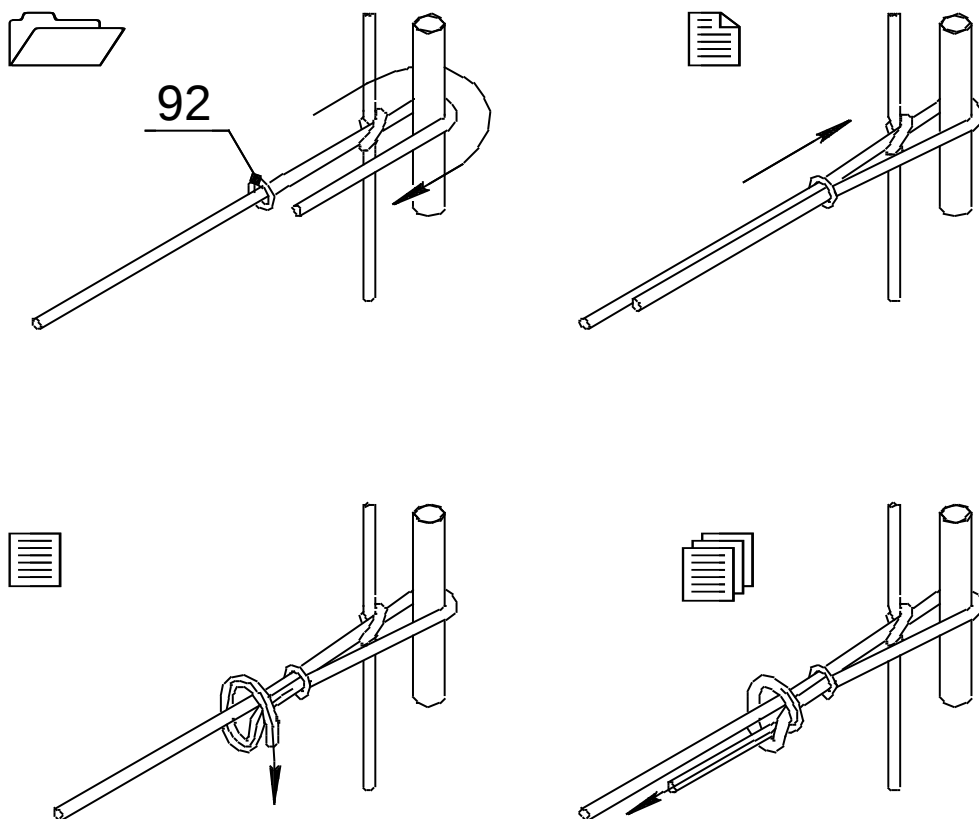

Рис.6 Схема крепления горизонтальных плетей сетки лаза
G. Закрепить горизонтальные плети сетки лаза (рис.6).